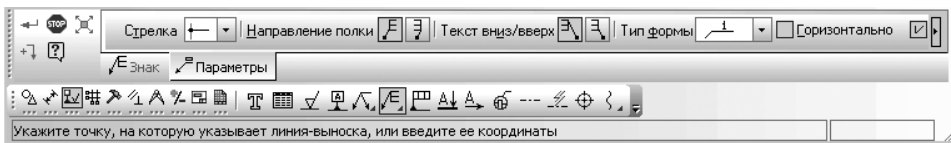

Рис. 6.10. Панель свойств: Обозначение позиций
- щелкните на **Компактной панели** по кнопке переключателю  – **Обозначения**, а затем в появившейся панели инструментов по кнопке  – **Обозначение позиций**. Появится соответствующая **Панель свойств: Обозначение позиций** с двумя вкладками **Знак** и **Параметры** (рис. 6.10).
Панель свойств: Обозначение позиций с открытой вкладкой **Параметры** (см. рис. 6.10) включает ряд элементов управления: